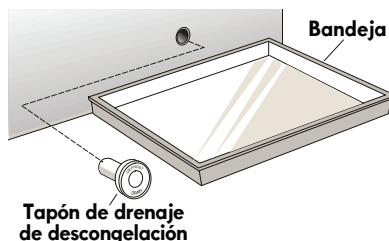
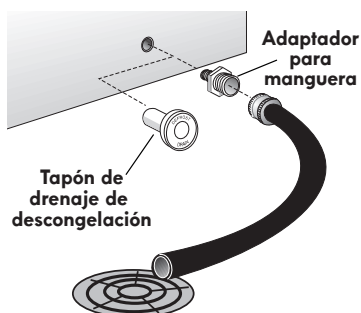

figura 2
figura 3
- Coloque una olla poco profunda debajo de la salida de drenaje. Jale hacia afuera el tapón externo de drenaje (ver figura 2). Puede utilizar un adaptador de manguera de jardín de $\frac{1}{2}$ pulgada para drenar el congelador directamente a una boca de drenaje del piso (ver figura 3). Si su modelo no está equipado con un adaptador, puede comprar uno en la mayoría de las ferreterías.